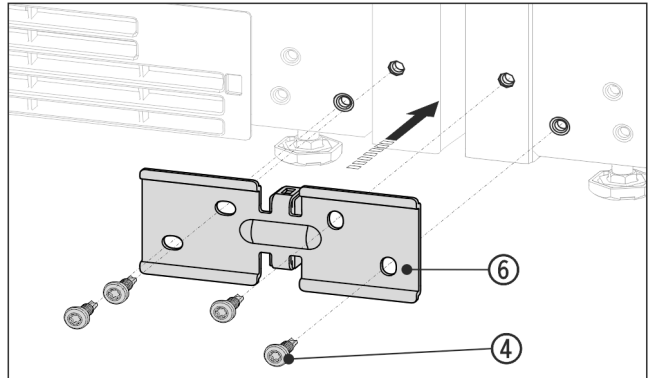

Fig. 14 Shembull ilustrues
- ▶ Shtyni profilin Fig. 14 (6) me pjesën distancuese midis pajisjeve dhe mbërthejeni lirisht me 4 vidat Fig. 14 (4).